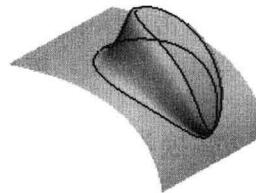

图 1.25
- (1) 选择偏移特征，单击鼠标右键，弹出快捷菜单，从中单击“编辑定义”(Edit Definition)。
- (2) 单击“选项”按钮，选择“相切”(Tangent) 选项。
- (3) 修改拔模角度为 15。
- (4) 单击鼠标中键，模型如图 1.25 所示。